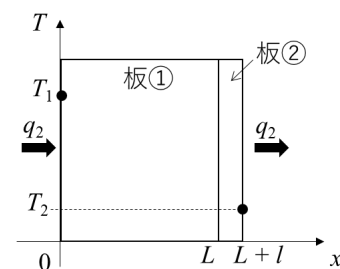

図 2-2
つぎに、厚さ L の板①と厚さ l 、熱伝導率 k_2 の板②を貼り合わせた合板 (図 2-2) を用いて、両端を同一温度 T_1, T_2 に維持したときの熱流束 q_2 を求める。接合部の b が無視できるとすると、